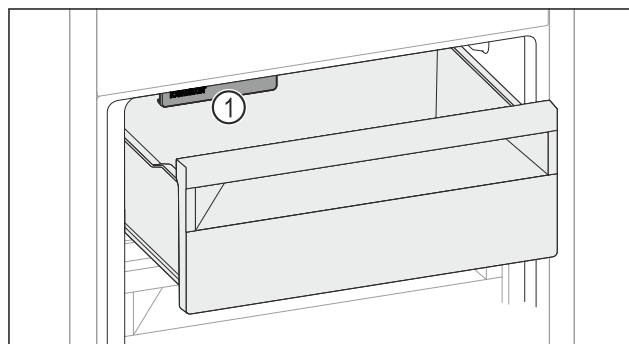

Fig. 46
- ▶ Rekening houden met IceMaker Fig. 46 (1).